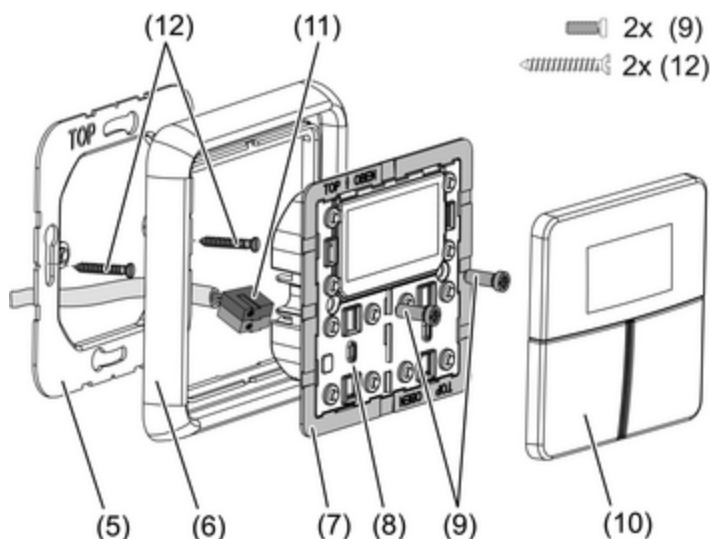

Рисунок 2: Монтаж модуля регулятора
- Установить переходную рамку (7) в правильном положении спереди на модуль (8) (рисунок 2). Соблюдать маркировку **TOP** = Верх.